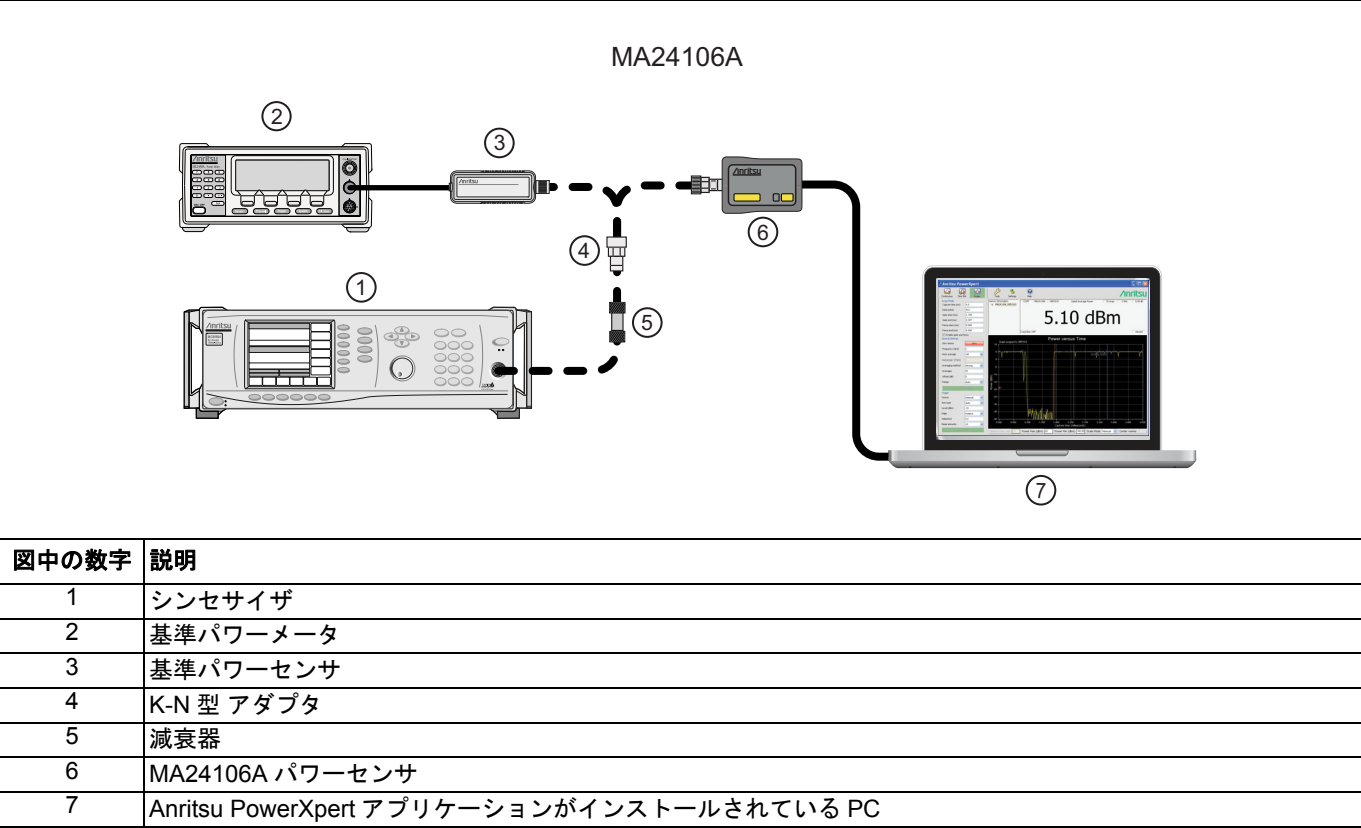

図 10-1. 校正係数試験のセットアップ
- 1. 以下のとおりに機器をセットアップします (図 10-1 を参照)。
- 2. 適切なアダプタと減衰器をインラインに使い、基準センサをシンセサイザに接続します (図 10-1 を参照)。
5. シンセサイザの出力から基準センサの接続を外し、適切なアダプタと減衰器をインラインに使い MA24106A パワーセンサを接続します (図 10-1 を参照)。